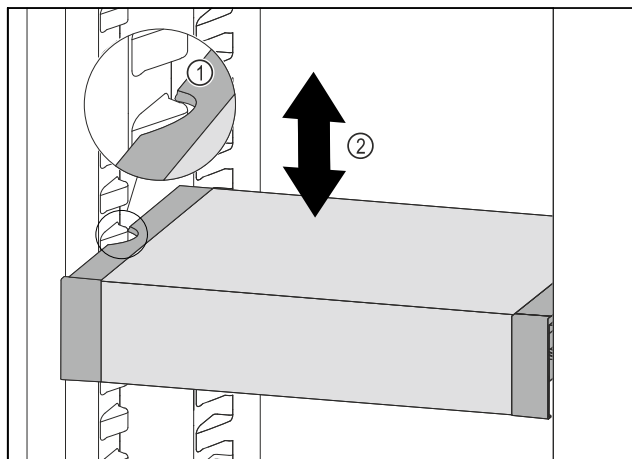

Fig. 99
- 向前移动 VarioSafe，直到 VarioSafe 两侧的凹槽与冷藏区中的容器肋梁持平。Fig. 99 (1)
- 在冷藏区中向上或向下移动 VarioSafe，直至所需高度。Fig. 99 (2)